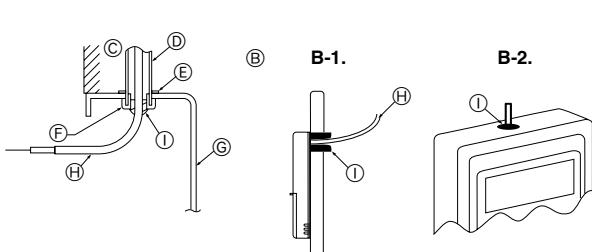

Fig. 6-3
(2) Forsegel serviceåbningen til fjernstyringskablet med kit for at forhindre indtrængen af dugdråber, vand, kakerlakker eller orm. (Fig. 6-3)